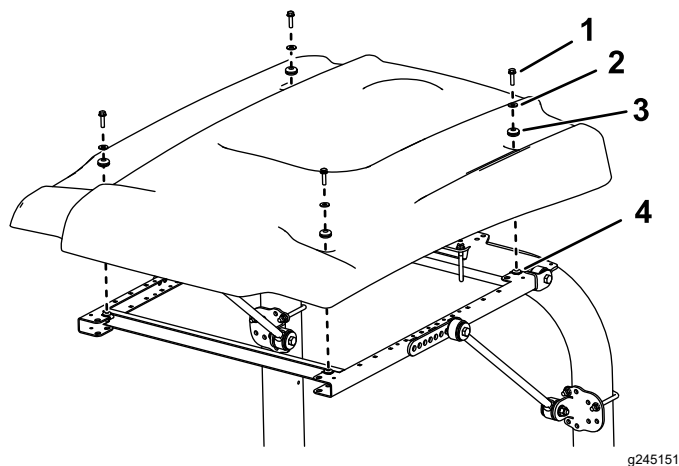

Figure 28
15. Lors de l'alignement des trous de fixation, positionnez le pare-soleil sur le cadre comme montré à la Figure 28.
16. Fixez légèrement chaque coin du pare-soleil au cadre avec un boulon à embase (5/16" x 1 1/4"), une petite rondelle et une entretoise (Figure 28).